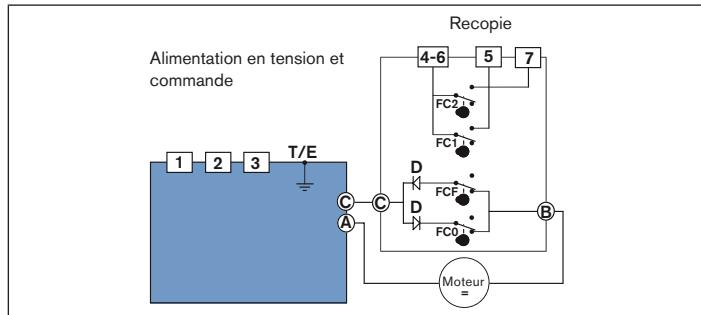

Fig. 16 : Câblage interne de l'actionneur électrique
→ Raccordez le câble au bornier (pos. 12, « Fig. 1 » et « Fig. 2 ») selon le schéma (« Fig. 16 »).